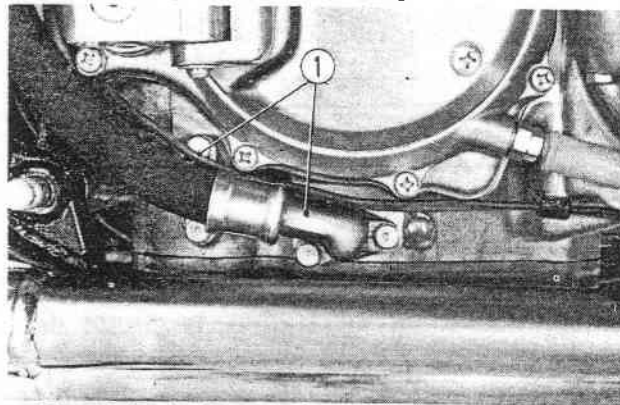

Fig. 2-4 ① Tuyauteries d'huile du moteur
10. Débrancher les deux tuyauteries d'huile du moteur et déposer le réservoir d'huile. Débrancher le tube de reniflard du réservoir d'huile du carter supérieur. (Fig. 2-4)